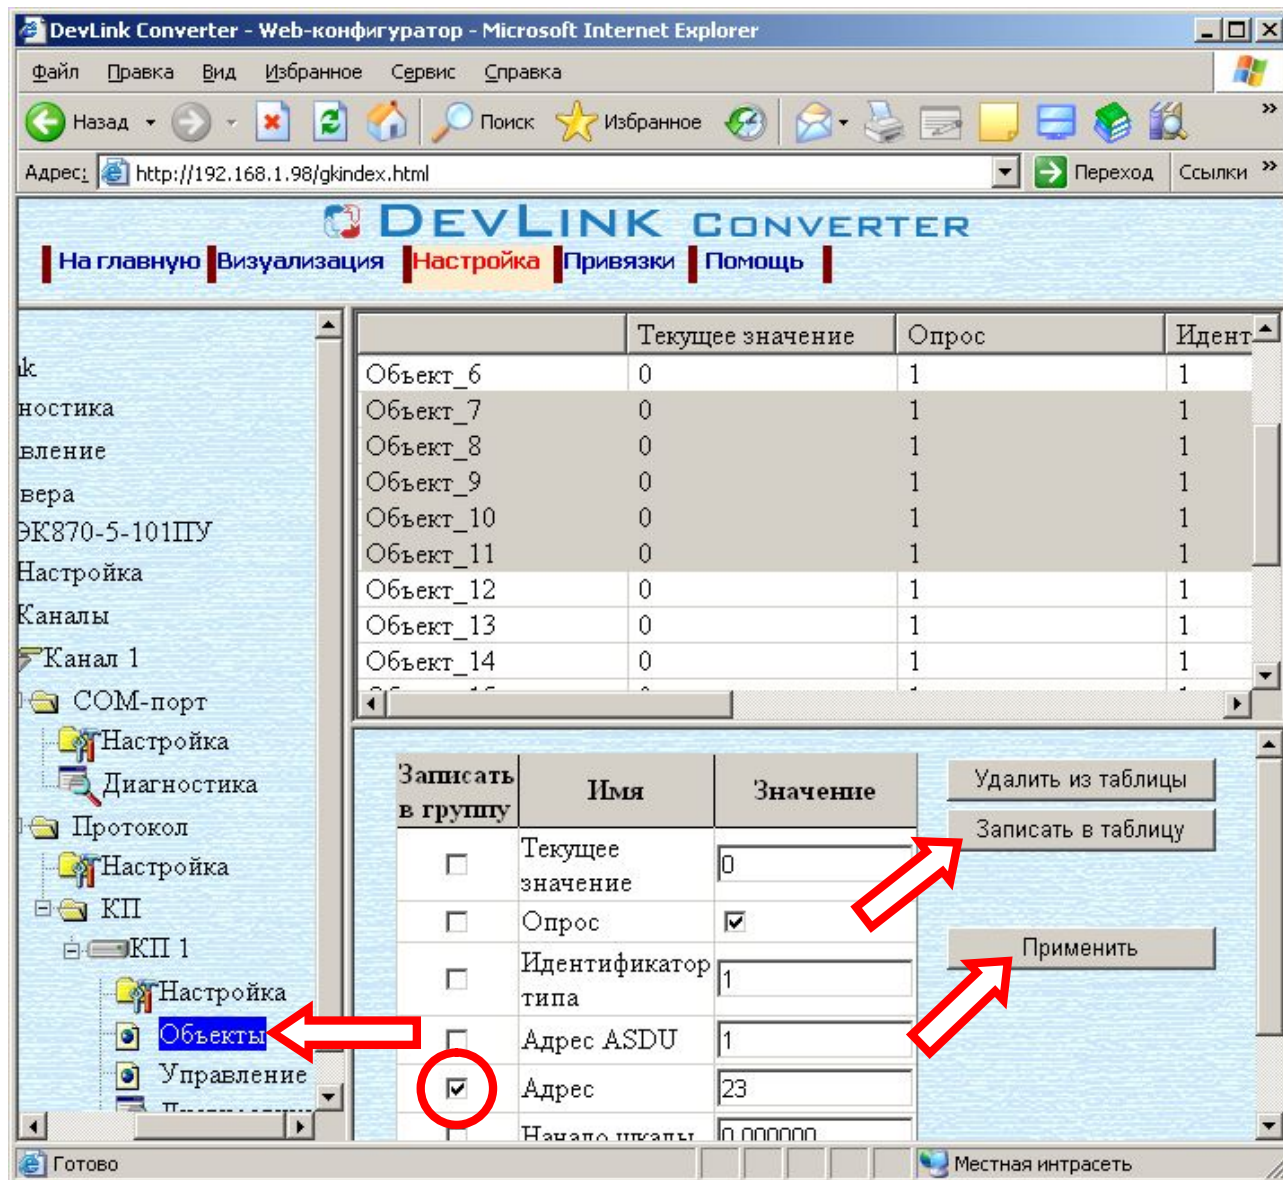

Рисунок 3.13 - Настройка объекта информации
- Выберите в дереве лист «Объекты» (рисунок 3.13)